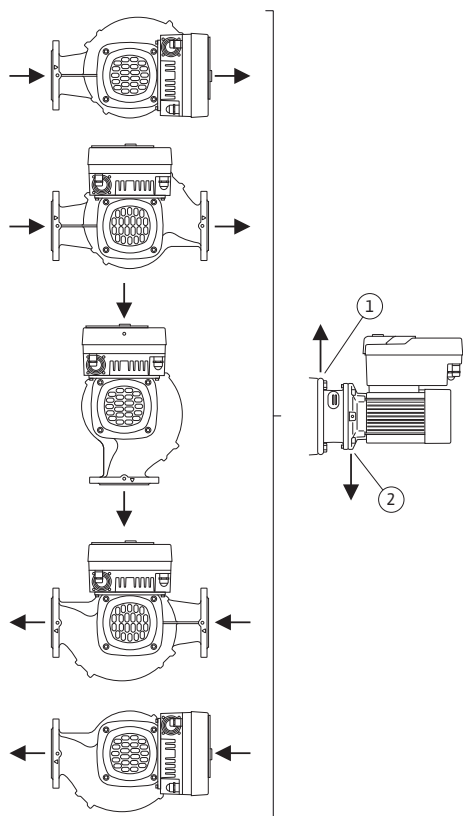

Fig. 21: Posiciones de instalación admisibles con eje horizontal
- Con el eje del motor en horizontal, el orificio de condensado debe estar hacia abajo (Fig. 21, Pos. 2). Si no es así, gire el motor.